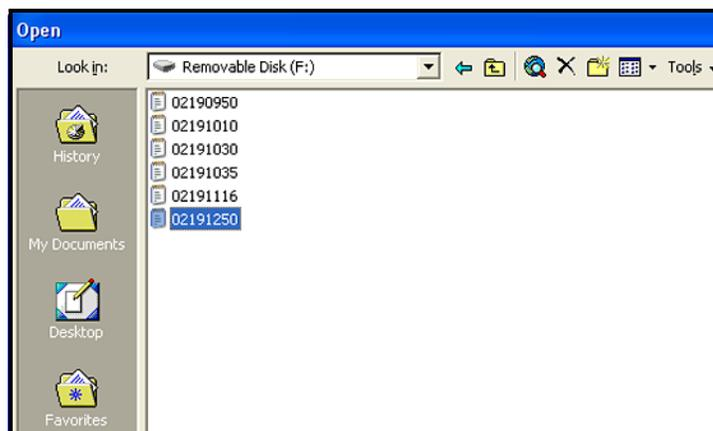

Рисунок 58: Выбор файла регистрации для открытия
5. Щелкните по имени требуемого файла регистрации (см. Рисунок 58 ниже).